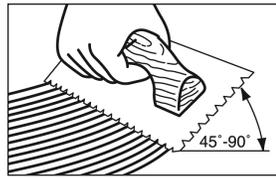

Figura 13
- Mantenga firmemente contra el piso el palustre a un ángulo mínimo de 45° (Figura 13).